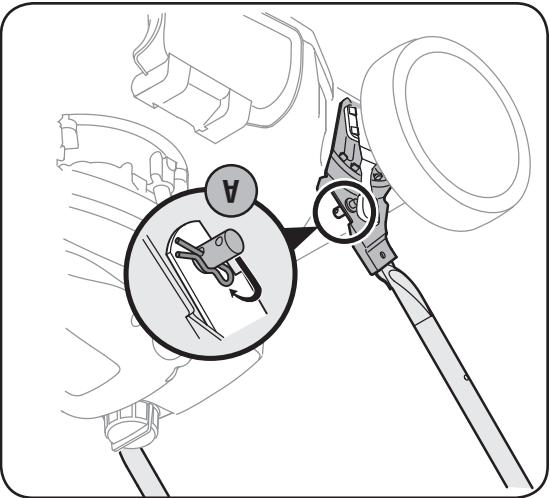

Figure 2
- Repérez une goupille-épingle dans l'un des trous de la goupille soudée de chaque côté du guidon inférieur. Voir la Figure 2.
- Enlevez les goupilles tendues placées dans le trou extérieur des goupilles soudées sur les supports de montage du guidon. Placez les goupilles tendues dans le trou intérieur. Voir la Figure 2.